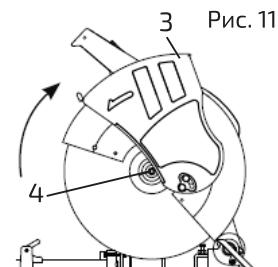

Рис. 11
3. Поднять щиток режущего диска (3), чтобы получить доступ к болту шпинделя (4) (рис. 11).